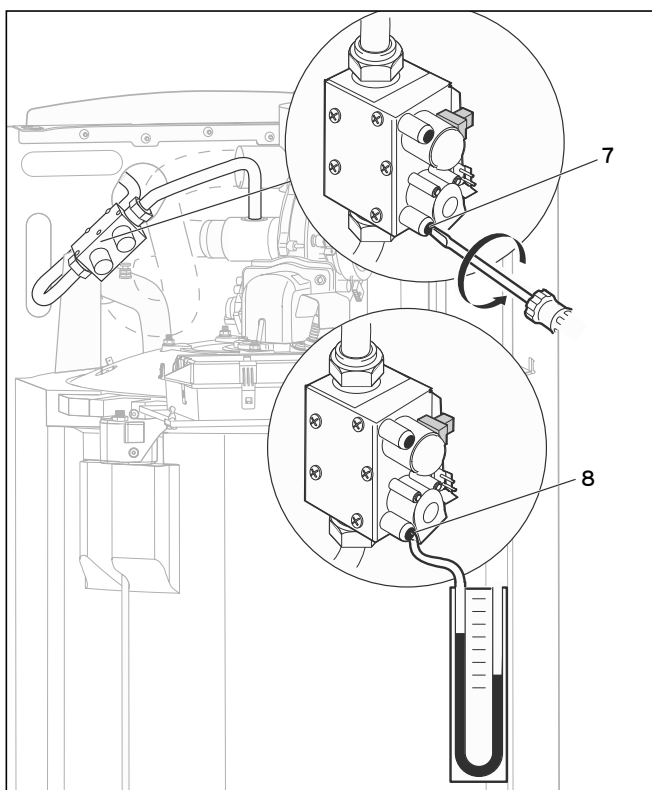

Рис. 6.3 Измерение давления на входе (давления истечения газа)
При проверке давления подключения соблюдайте следующий порядок действий (ср. рис. 6.3):
- Подключите к измерительный ниппель входного давления цифровой или U-образный манометр (8, рис. 6.3).